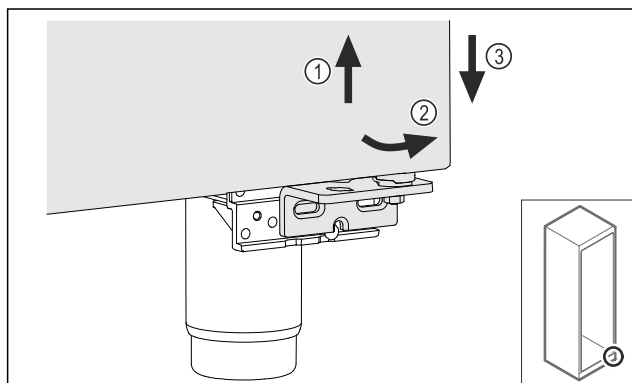

Fig. 26
- Deur iets optillen Fig. 26 (1), onderzijde naar voren kantelen Fig. 26 (2) en laten zakken Fig. 26 (3).